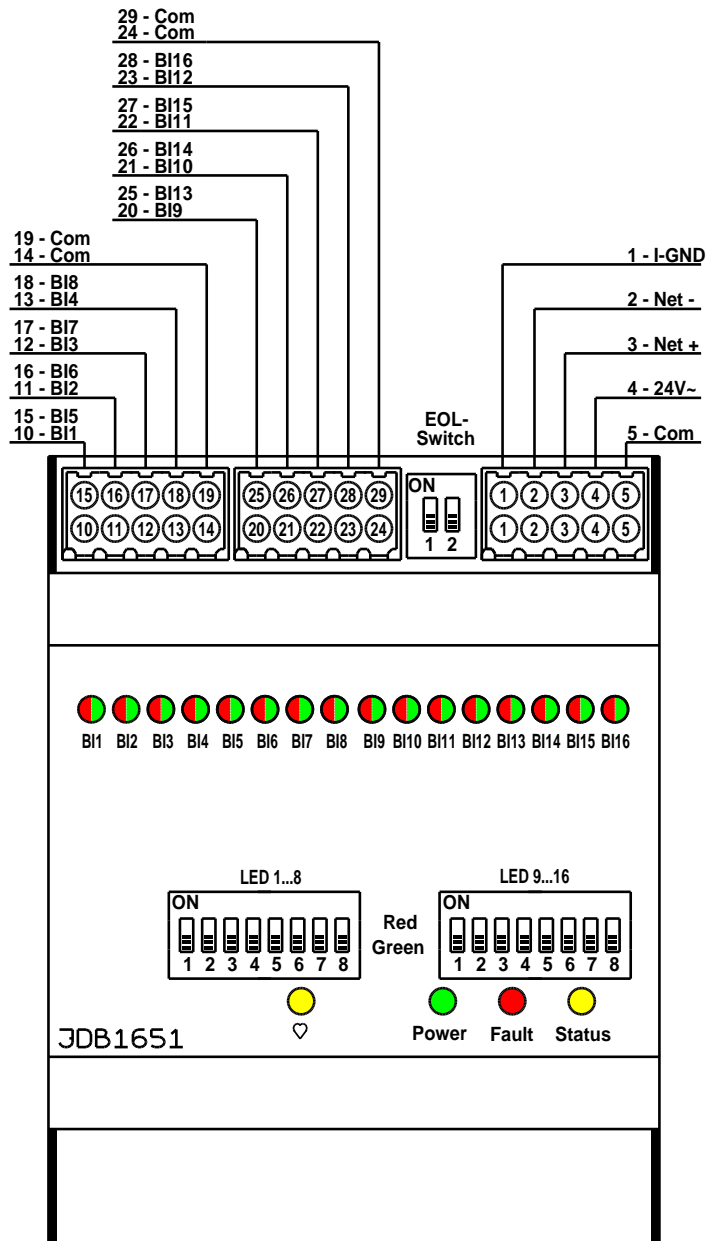

Abb. 1: Anschlussplan des Moduls JDB1651
2. Verdrahten Sie das Gerät gemäß dem Anschlussplan (siehe Abb. 1).